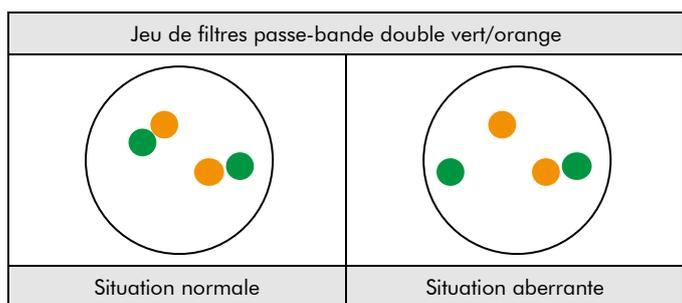

Fig. 2: Résultats attendus dans les noyaux en interphase normale et présentant une aberration
**Situation normale :** Dans les interphases de cellules normales ou de cellules sans translocation impliquant la région du gène MYB, deux signaux de fusion vert/orange apparaissent (Voir figure 2).
**Situation aberrante :** Une région du gène MYB affectée par une translocation est indiquée par un signal vert et un signal orange distincts (Voir figure 2).